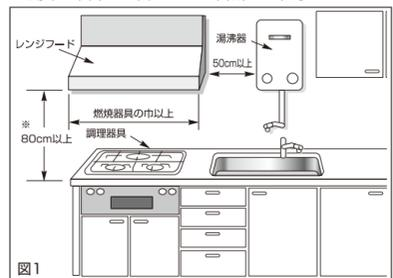

図1
- ④ 湯沸器の上部は高温になるので、湯沸器の真上には取付けないでください。（図1）
- ⑤ ダクト排気するときはダクト抵抗の確認が必要です。